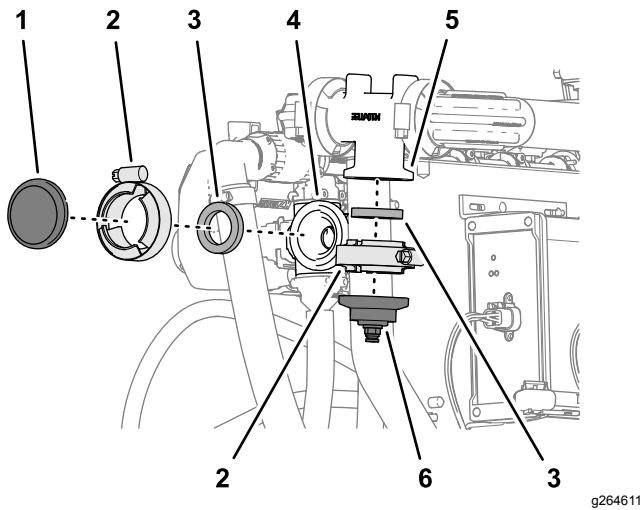

Bild 137
1. Nehmen Sie die Flanschklemme und die Dichtung ab, mit denen die Kappe am Flansch des Düsenventils 10 befestigt ist (Bild 137).
2. Nehmen Sie die Flanschklemme und Dichtung ab, mit denen die Kappe und das Schlauchanschlussstück am Verteiler des Durchflussmessgeräts befestigt ist (Bild 137).